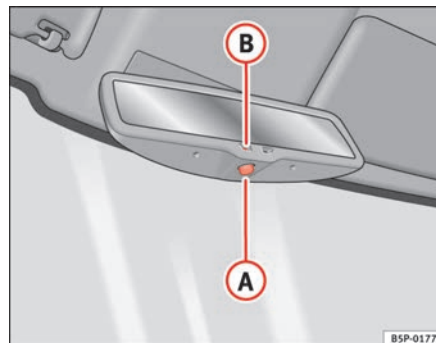

Fig. 89 Retrovisor interior con ajuste automático para posición antideslumbrante.
- Pulse la tecla (A) ⇒ fig. 89. El testigo de control (B) se apaga.
- Pulse la tecla (A) ⇒ fig. 89. El testigo de control se enciende.